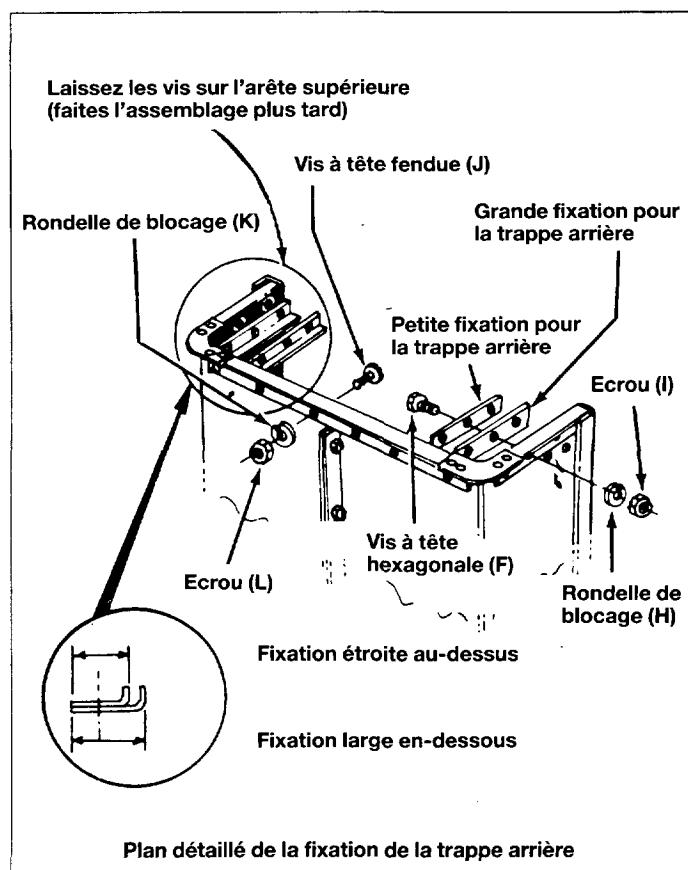

Fig. 5
- Placez la fixation de la trappe arrière (Z) par-dessus la partie arrière de la remorque. Voir la figure 5.
- Installez les vis (J) par la partie inférieure de la remorque et la ferrure de fixation. Installez les rondelles de blocage (K) et les écrous (L). Ne les serrez pas encore (les vis doivent être insérées par l'intérieur de la remorque.) Voir la figure 5.
- Installez la ferrure de fixation (S) sur la trappe arrière pour que le trou soit dans le prolongement du renforcement de la trappe arrière et les côtés de la remorque. Voir la figure 5 pour les informations détaillées.
- Visez-la en place avec 6 vis à tête hexagonale (F), 6 rondelles de blocage (H) et 6 écrous (I). Voir la figure 5.